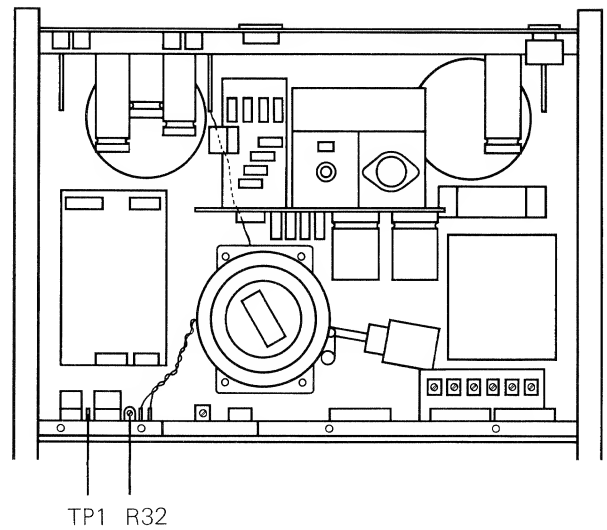

Fig. 5.2.—1
- Ein Universalinstrument (min. 20 000 Ohm/V DC) an TP1 auf der Capstansteuerung 1.067.235 anschliessen (Fig. 5.2.—1).
- Connect a multimeter (min. 20 000 ohm/V DC) to TP1 on capstan control unit 1.067.235 (fig. 5.2.—1).